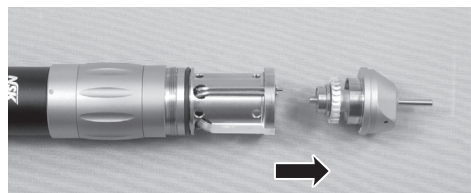

Fig. 16
- (2) Afferrare la fresa e sfilare in avanti la cartuccia per estrarla. (Fig.16). Attenzione: l'O-ring posizionato sul cuscinetto posteriore potrebbe rimanere nel corpo del dispositivo. Assicurarsi di rimuovere l'O-ring. Prima di inserire una nuova cartuccia, pulire la parte interna della testina.